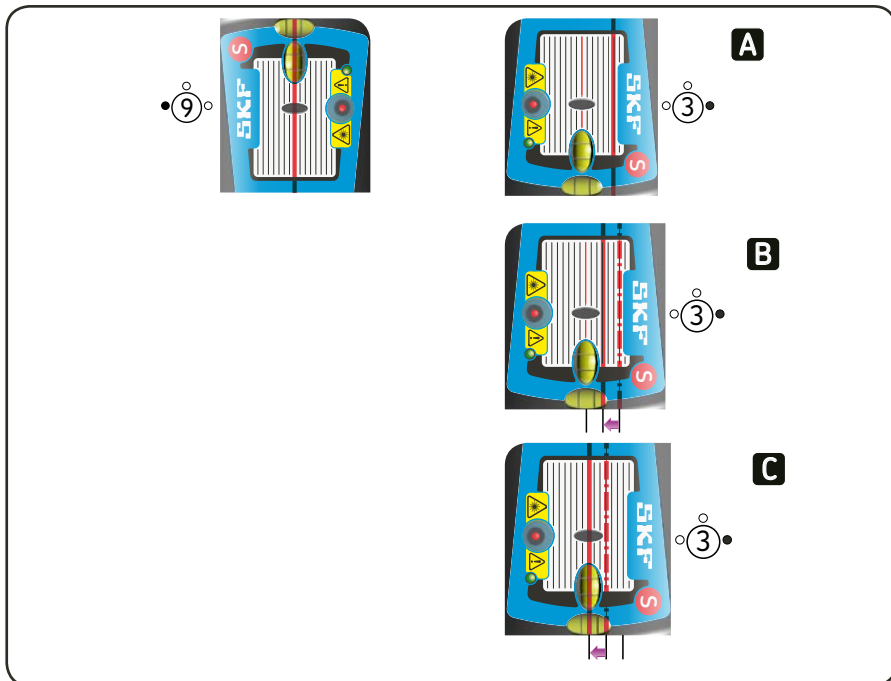

Fig. 13. Grovupprikning
d) Om den horisontella upprikningen är mycket dålig, kan laserlinjerna hamna utanför detektorernas mätyta. Om detta sker måste först en grovjustering av upprikningen utföras. Detta sker genom att man riktar laserlinjerna mot positionsdetektorerna i läget klockan 9. Vrid mätenheterna till läget klockan 3 där linjerna kommer att hamna utanför detektorernas mål. Ställ in linjerna i ett läge halvvägs mellan detektorns mitt och det verkliga läget med hjälp av justeringsmekanismen, se fig. 13. Rikta den rörliga maskinen tills linjerna träffar centrum av positionsdetektorn.